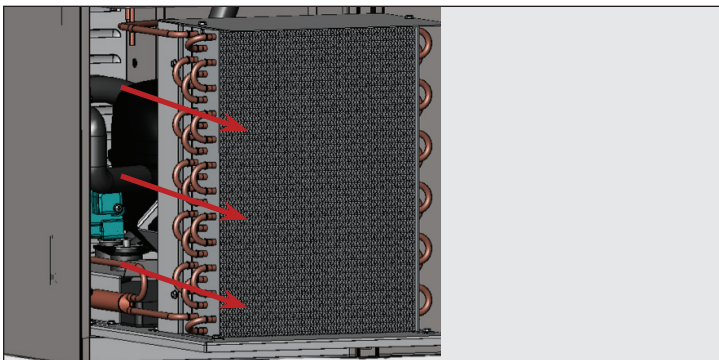

Fig. 7. Sortez l'unité de condensation avec soin en la faisant glisser.
8. Faites coulisser délicatement l'unité de condensation pour la sortir (les connexions tubulaires sont flexibles). Voir fig. 7. Soufflez doucement de l'air comprimé ou du CO₂ dans le serpentin jusqu'à ce qu'il soit nettoyé.